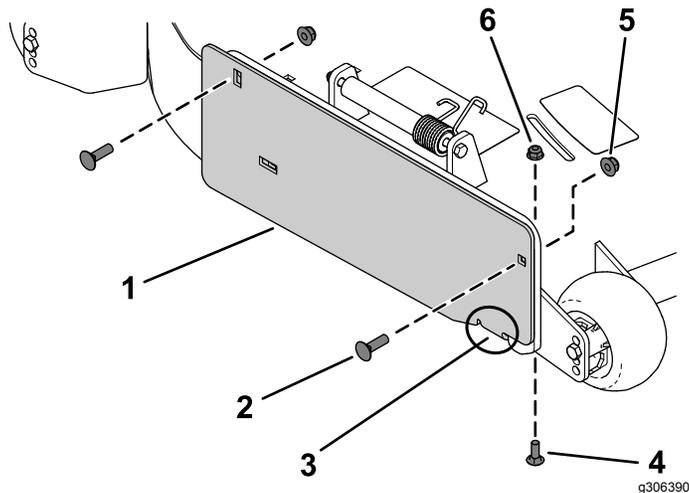

图 3
1. 如图 3 所示用 2 个托架螺栓 3/8 x 1 1/4 英寸和 2 个锁紧螺母 3/8 英寸将排草盖板固定到安装支架外侧。
2. 如图 3 所示用一个托架螺栓 5/16 x 7/8 英寸和一个凸缘螺母 5/16 英寸将凸耳固定到剪草机刀盘内侧。